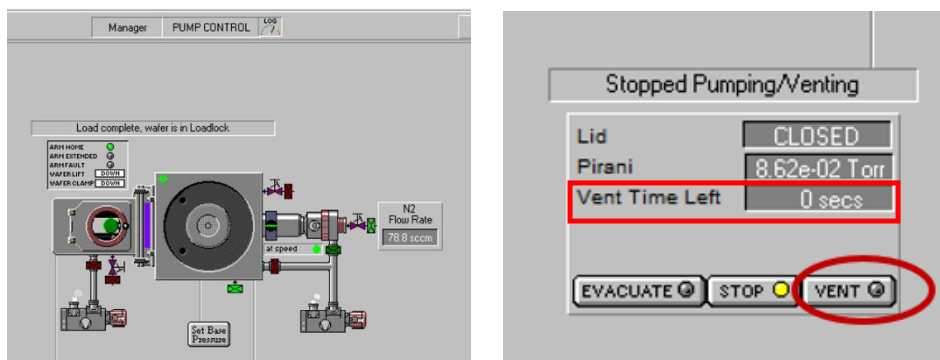

Figure 25 : Page PUMP CONTROL
23) Pour récupérer le substrat, activer « **Vent** » : commence un décompte de 120 secondes qui s'affiche dans « Vent time left ». L'affichage « 0 sec » confirme que le sas est à pression atmosphérique et que la porte du sas peut s'ouvrir pour récupérer le substrat traité (Figure 25).